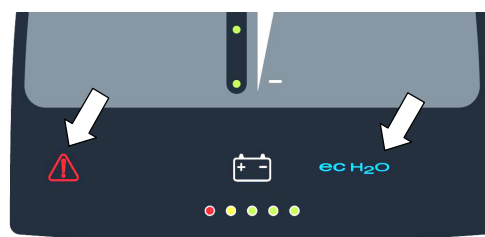

ABB. 38
5. Wenn ein Maschinenfehler während des Betriebs erkannt wird, leuchtet die Service- Anzeige auf und beginnt zu blinken (Abbildung 38). Siehe SERVICEANZEIGECODES.